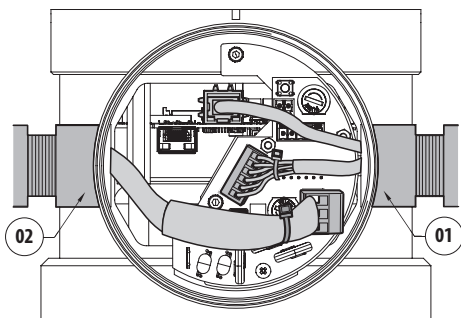

Fig. 17
Per le installazioni secondo lo standard UL/CSA i cavi ethernet, allarmi, reset, relè e le fibre ottiche vanno inseriti attraverso l'ingresso cavi a destra (01) come indicato nella seguente figura (Fig. 17, pagina 32).
Per installazioni secondo gli standard UL/CSA, far passare il cavo di alimentazione attraverso l'ingresso cavi di sinistra (02), come indicato in figura (Fig. 17, pagina 32).